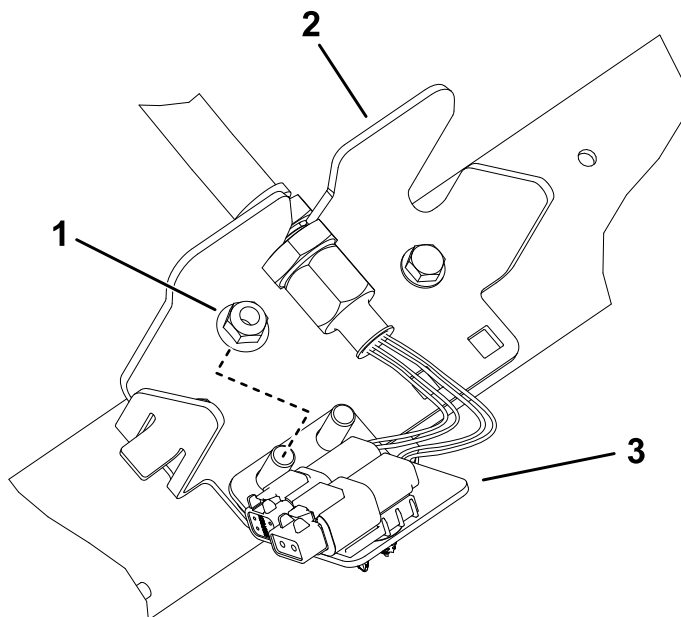

Figura 17
6. Repita o procedimento nos restantes (4) locais do anteparo como se mostra na Figura 14 a Figura 17.